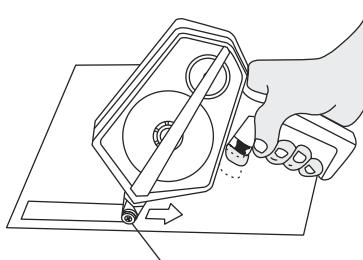

Figure 5
1. Placez le rouleau applicateur (E) sur la surface, appuyez sur la détente et tirez sur le dévidoir. (Voir Figure 5)